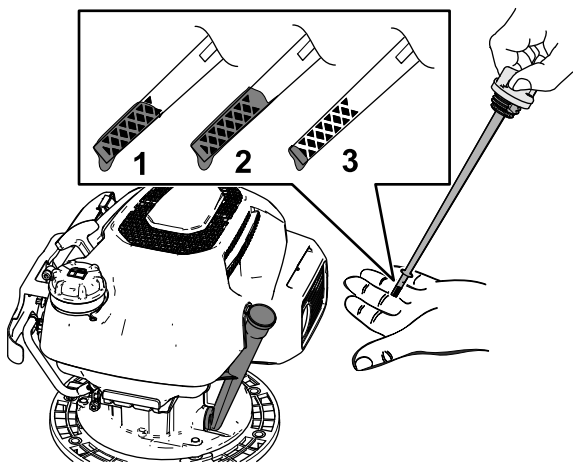

Figura 16
5. Verifique o nível de óleo na vareta (Figura 16).